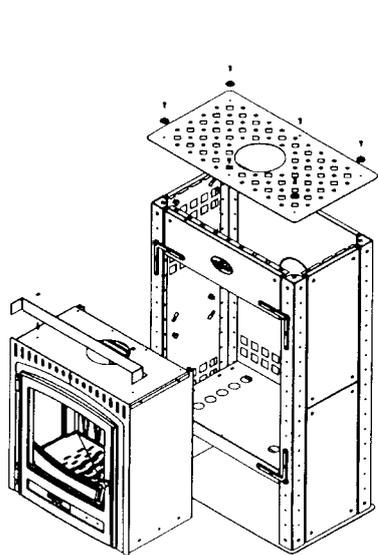

Fig. 11
- 1° - Démontez le dessus repère 12 en ôtant les 4 vis repère 22 (Fig. 11).